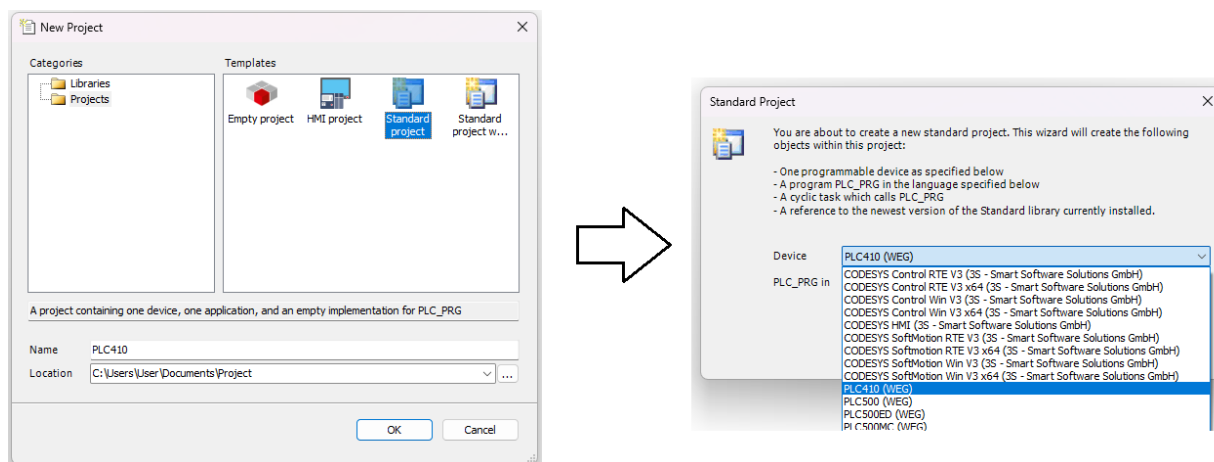

Figura 14.2: Criar novo projeto
- 4) Abra o CODESYS e crie um novo projeto em **File** → **New Project**. Selecione Standard Project, defina o nome e o local onde o projeto será salvo. Se o **WEG package** foi instalado corretamente, será possível visualizar os PLCs WEG disponíveis para programação. Selecione o dispositivo e a linguagem de programação desejada, conforme mostrado na Figura 14.2 na página 14-2.